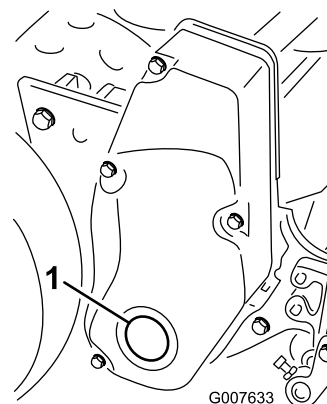

Figura 57
1. Retire el tapón de la cubierta derecha de la transmisión del molinete (Figura 57).